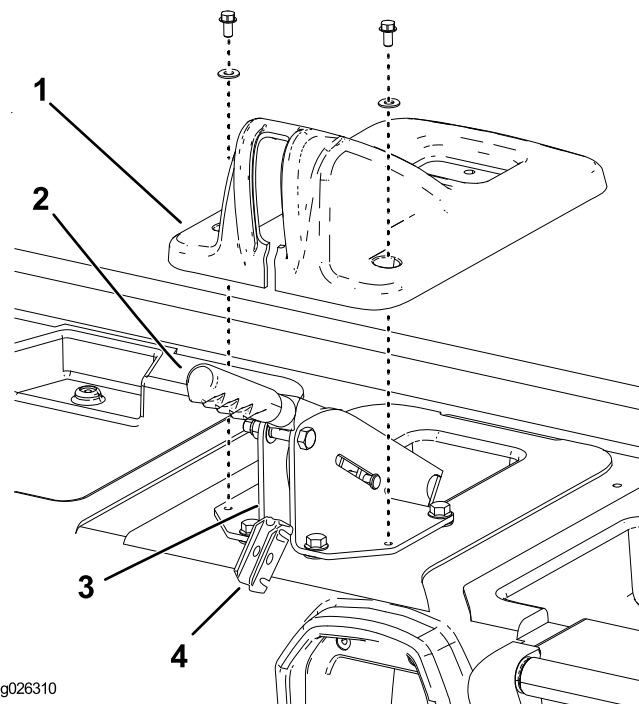

Рисунок 4
2. Открутите 2 болта с шайбами, которыми крышка стояночного тормоза крепится к основанию сиденья (Рисунок 4).
3. Поднимите крышку над рычагом стояночного тормоза и снимите ее с основания сиденья (Рисунок 4).
4. Извлеките пинтифт с головкой и отверстием под шплинт, которым кронштейн балансира троса тормоза крепится к задней части опорного кронштейна рычага тормоза (Рисунок 4).
5. Снимите кронштейн балансира с опорного кронштейна и отцепите от него тормозные тросы (Рисунок 4).
6. Удалите зажимы, которыми тормозные тросы крепятся к задней части опорного кронштейна рычага тормоза (Рисунок 4).